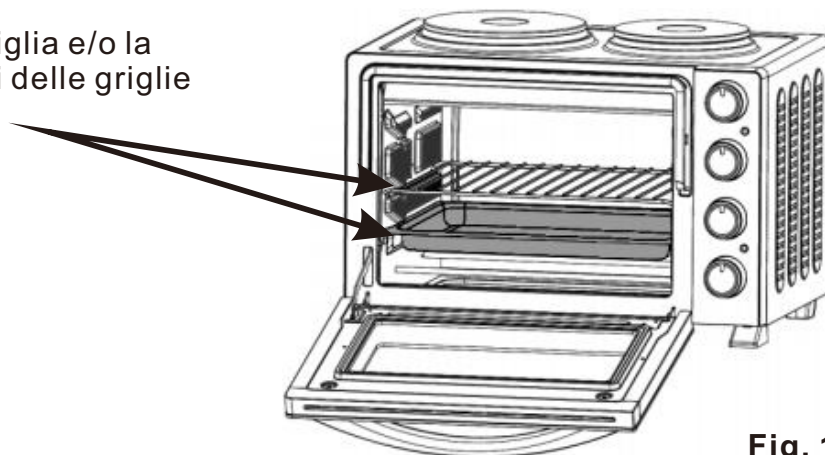

Fig. 1
- Dove posizionare la teglia e la griglia - Fig. 1
Far scorrere la griglia e/o la teglia sui supporti delle griglie (Fig. 1)